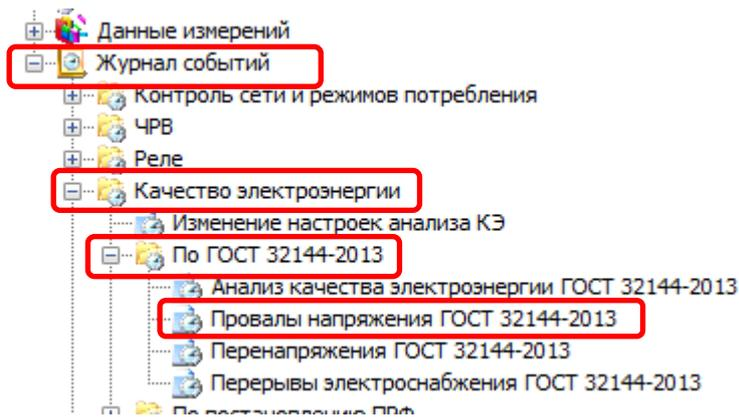

Рисунок 116 - Чтение журналов на вкладке «Провалы напряжения»
6.6.3.6 В ПО *AdminTools* журнал можно считать на странице «СEx08(IEC61107) → Журнал событий → Качество электроэнергии → По ГОСТ 32144-2013 → Анализ качества электроэнергии ГОСТ 32144- 2013 → Провалы напряжения ГОСТ 32144- 2013» (см. рисунок 116).
6.6.5.1 Факт и длительность каждого прерывания электроснабжения фиксируется в журнале («Перерывы электроснабжения ГОСТ 32144-2013» (см. п. 6.18)), расположенного в ПО *AdminTools* на вкладке «Журнал событий→Качество электроэнергии по ГОСТ 32144-2013→Измерение показателей качества и анализ качества» (см. рисунок 116).